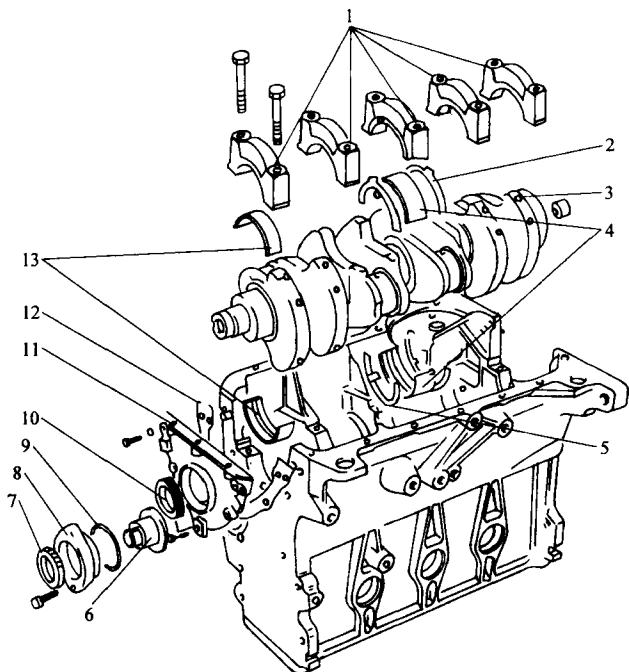

图 1-8 气缸体分解图
- 1) 把气缸体倒置在工作台上 拆下中间轴密封法兰 8(图 1-8)。